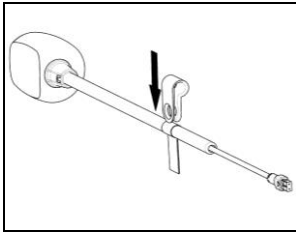

Fig. 35
- Inserte la abrazadera del micrófono en el brazo del micrófono (Fig. 35).